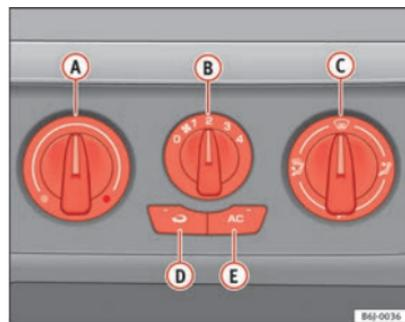

Fig. 93 Mandos del Aire Acondicionado en el tablero de instrumentos
- Con los reguladores ⇒ fig. 93 **A** y **C** y con el mando **B** se regula la temperatura, la velocidad del ventilador y la distribución del aire.